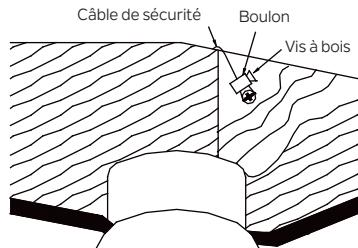

Fig. 14
**Étape 2.** Insérez le câble de sécurité à travers le support de montage et l'un des trous du boîtier de sortie dans le plafond. Ajustez la longueur du câble de sécurité pour atteindre la vis et les rondelles en tirant le câble supplémentaire à travers le serre-câble jusqu'à ce que la longueur totale soit correcte, remettez l'extrémité du câble à travers le serre-câble, formant une boucle à l'extrémité du câble. Serrez fermement le serre-câble. Maintenant, placez la boucle à l'extrémité du câble de sécurité sur la vis à bois et sous la rondelle. Serrez fermement la vis à bois. (Fig. 14)